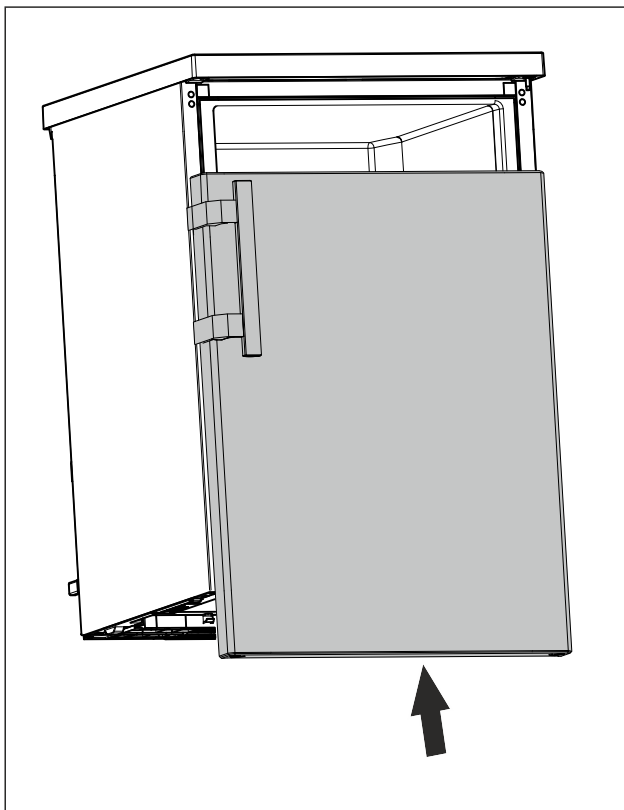

Fig. 24
- Futni derën në gjendje të mbyllur në bulonin e sipërm. (shihni Fig. 24)